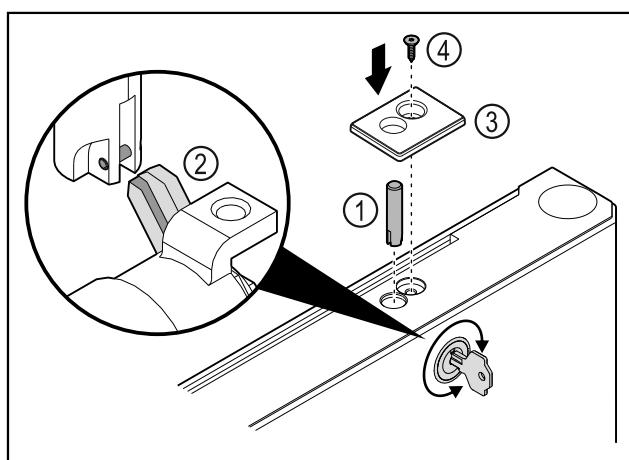

Fig. 42
► Вставити палець замка Fig. 42 (1).
► Трохи повернути замок, щоб палець замка Fig. 42 (2) зафіксувався в щілині замка.
► Вставте кришку Fig. 42 (3).
► Вставити гвинт Fig. 42 (4).